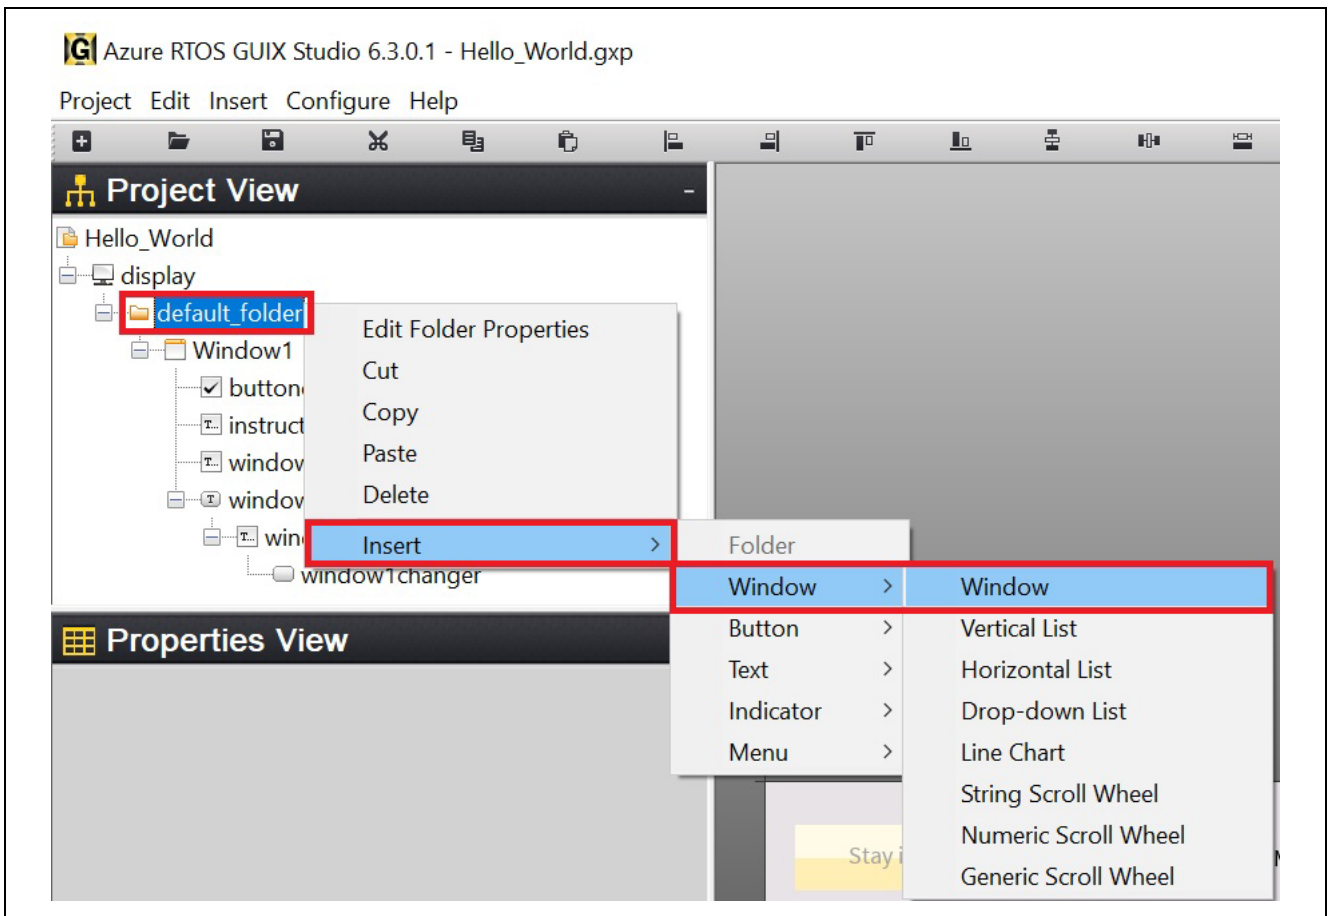

図 62. Window2 の挿入
23. GUIX Studio プロジェクトに別のウィンドウを追加します。図 62 のように、Project View で default_folder を右クリックし、Insert > Window > Window の順にクリックします。